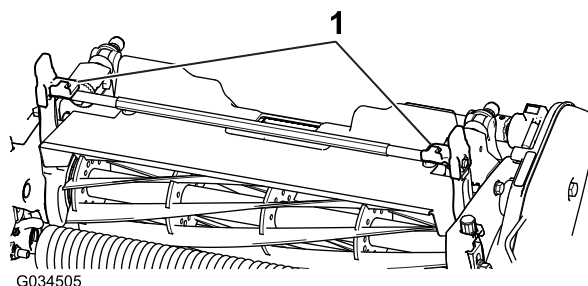
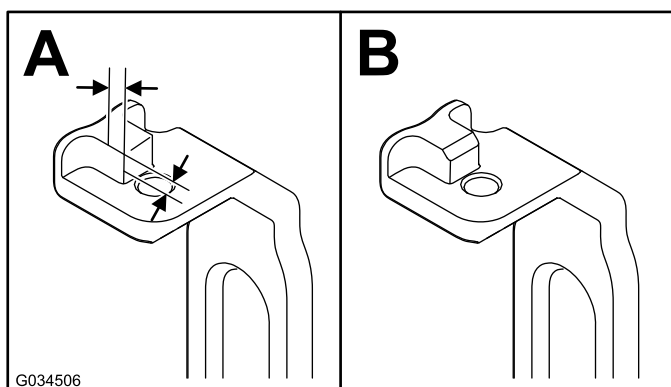

Figura 4
Figura 5
2. En ambos brazos de inclinación (Figura 4), mida 2,3 mm en una de las pestañas y lime la esquina, tal y como se muestra en la Figura 5.